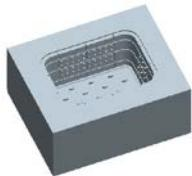
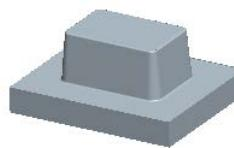

图 16.13 着色后的上半部分体积块
图 16.14 着色后的下半部分体积块
Step5. 在“体积块分割”操控板中单击 按钮, 在“体积块”界面中单击 **1 体积块_1** 区域, 此时模型的上半部分变亮, 如图 16.13 所示, 然后在选中的区域中将名称改为 **UPPER_VOL**; 在“体积块”界面中单击 **2 体积块_2** 区域, 此时模型的下半部分变亮, 如图 16.14 所示, 然后在选中的区域中将名称改为 **LOWER_VOL**。